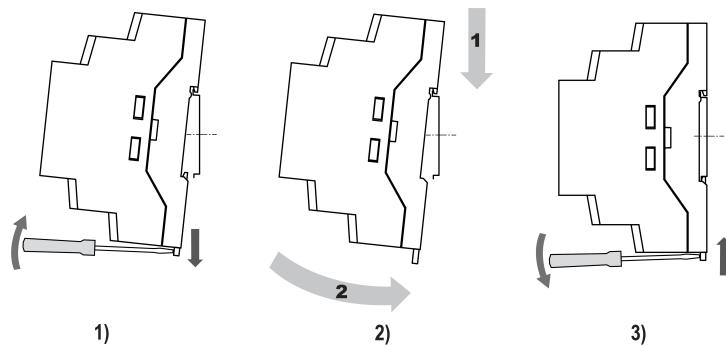

Рисунок 4.10 – Монтаж прибора с креплением на DIN-рейку
- Вставив отвертку в проушину, оттянуть защелку рисунок 4.10, 1)
- Установить прибор на DIN-рейку в соответствии с в направлении стрелки 1 рисунок 4.10, 2);
- Прижать прибор к DIN-рейке в направлении, показанном стрелкой 2 (рисунок 4.10, 2).
Зафиксировать защелку (см. рисунок 4.10, 3).